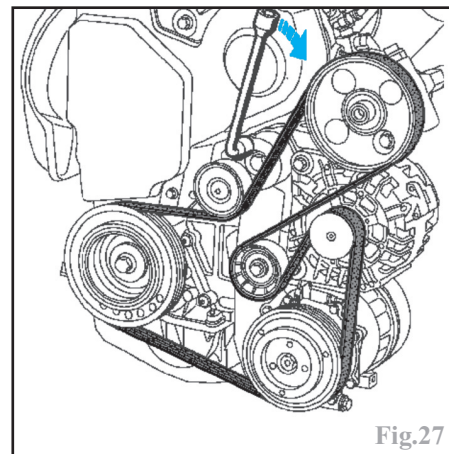

Fig.27
-la courroie d'accessoires après l'avoir détendue en agissant, sur l'empreinte hexagonale de son galet tendeur, dans le sens horaire à l'aide d'une clé de 16 mm (Fig.27).
-mettre en place la courroie neuve en respectant son cheminement (Fig.27).
-neutraliser le galet tendeur comme lors de la dépose, en le tournant dans le sens horaire à l'aide d'une clé de **16 mm** (Fig.27).